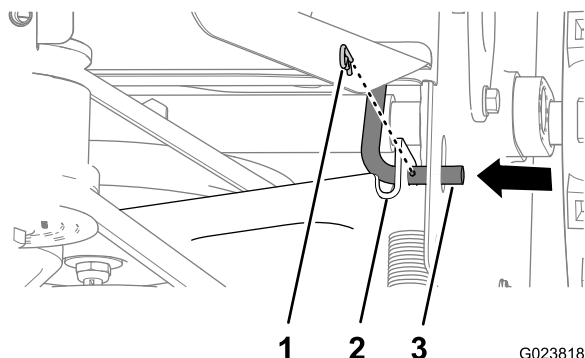

Рисунок 41
- Извлеките шток управления тягой из кронштейна управления тягой, переместив шток внутрь (Рисунок 41).
5. Переместите кронштейн управления тягой назад и совместите отверстие в кронштейне со штоком управления тягой (Рисунок 41).
6. Проденьте шток через кронштейн и закрепите шток шплинтом (Рисунок 41).